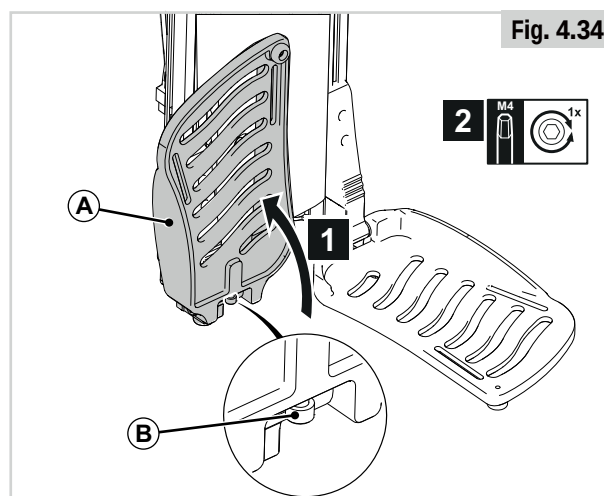

Fig. 4.34
- Comme avec tout organe mobile, veillez à ne pas vous pincer les doigts, (Fig. 4.34).
Inclinaison de la palette (Fig. 4.34)